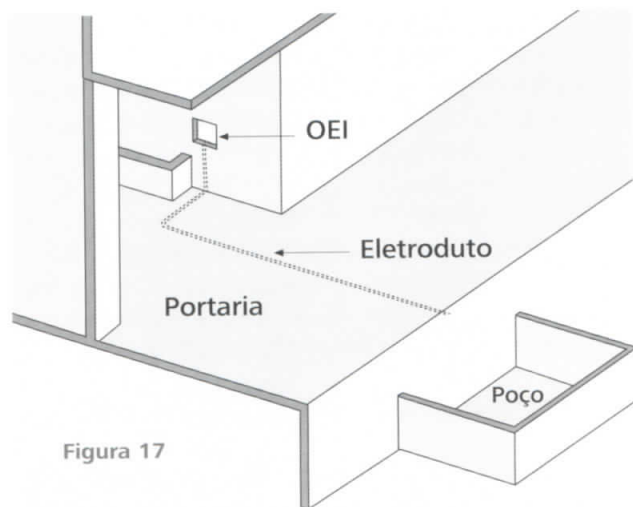

Figura 17
- No caso de fornecimento de "Sistema operação de emergência em caso de incêndio – OEI" ou Sistema de Monitoração – Deverá existir eletroduto de diâmetro adequado (de acordo com a quantidade de elevadores) para passagem dos 2 fios de seção de 0,75 mm², da caixa do elevador até a portaria/entrada principal do edifício, para cada elevador. (Figura 17).